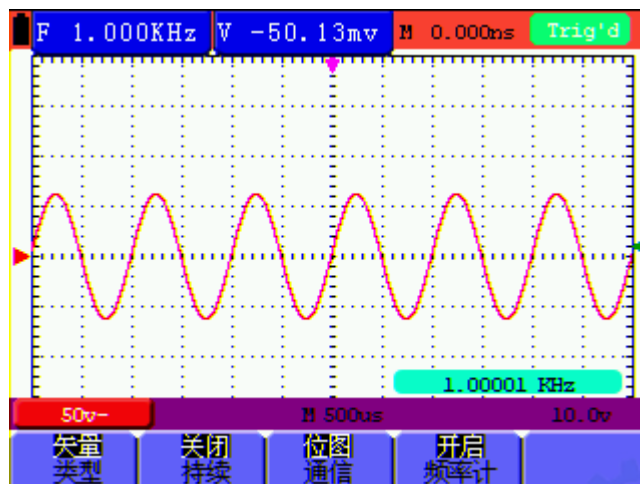

图 41 开启频率计功能
- 按 **F4** 键，可以打开或关闭频率计。如图 41 所示。